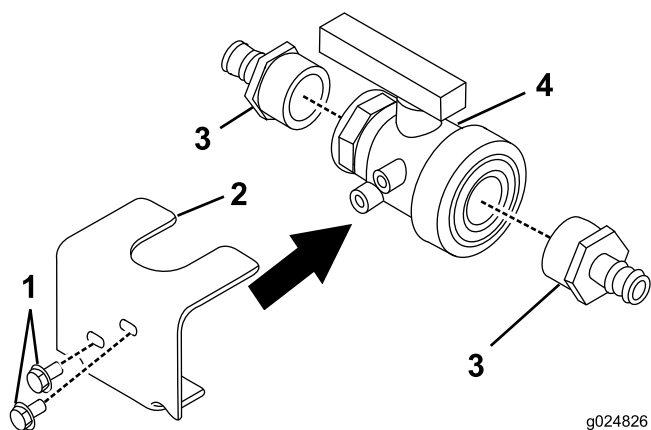

図 20
2. ボールバルブマウント・アセンブリを組み立てる（図 20）。